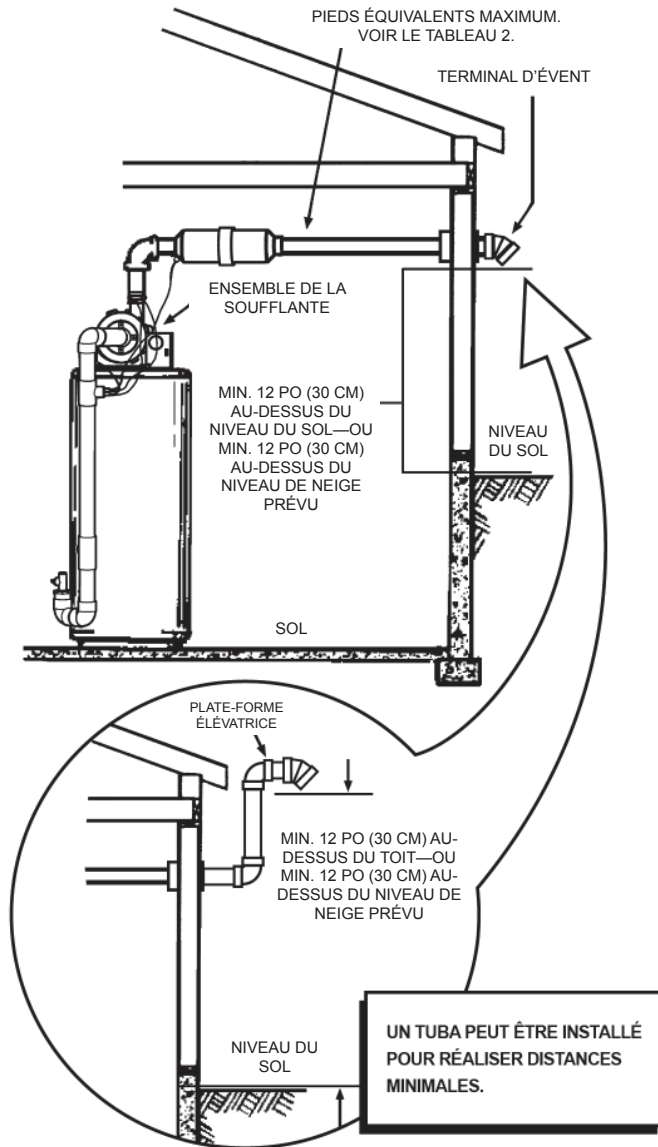

FIGURE 20
S'il est nécessaire d'obtenir un dégagement minimal de 12 po (30 cm) au-dessus du plus haut niveau de neige prévu, installer une plate-forme élévatrice tel qu'illustré dans la portion du bas de la Figure 20.
1. La terminaison de ventilation doit être d'un minimum de 12 po (30 cm) au-dessus du toit ou 12 po (30 cm) au-dessus du niveau de neige prévu pour prévenir le blocage de la terminaison de ventilation, tel qu'illustré aux Figures 20 et 21.